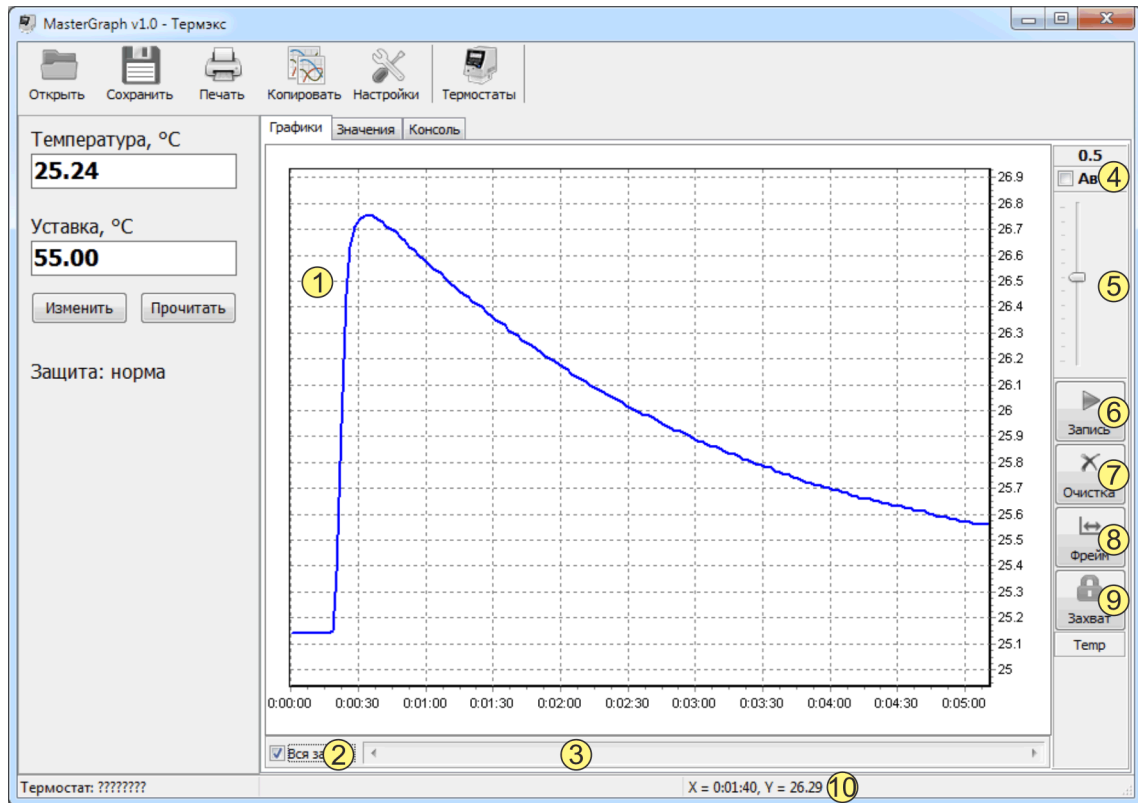

Рисунок 2 — Графики
- выключить запись данных, если она осуществляется, нажав кнопку 6 рисунок 2;
- 1 - время начала записи. Добавляется каждый раз, при нажатии кнопки 6 "Запись" рисунок 2;